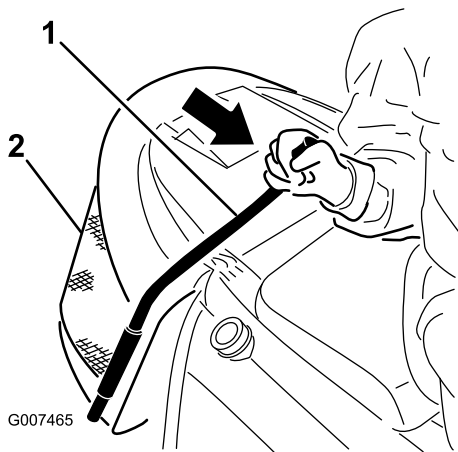

Figura 15
2. Tirare in avanti l'asta del cesto di raccolta per inclinare il bidone raccoglitore (Figura 15).